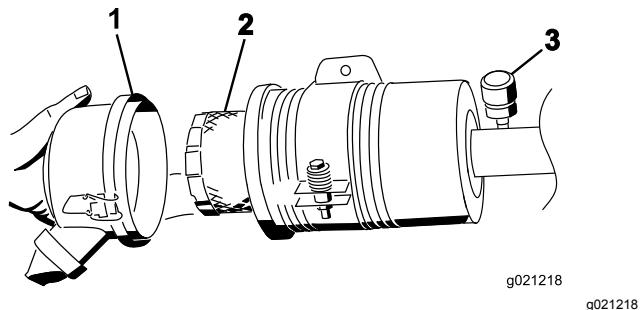

Figura 54
- Togliete il filtro e sostituitelo (Figura 54).